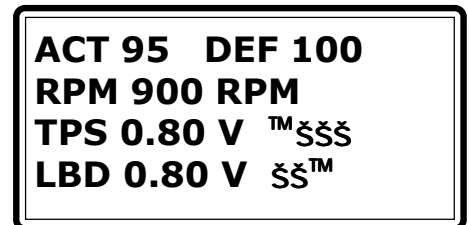

Fig. 28
- select "**DISPLAY PARAMETERS**" (Fig. 28);